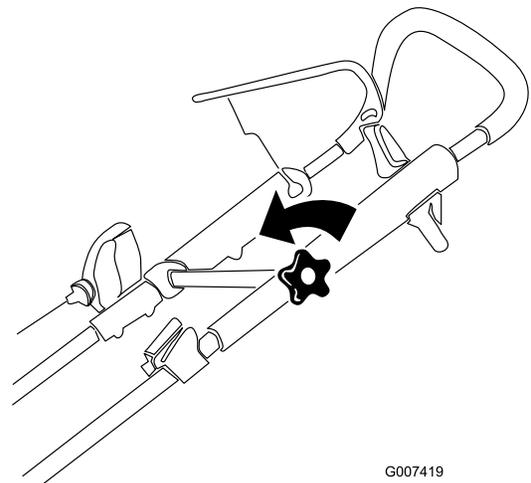

Bild 17
1. Lösen Sie das Handrad des oberen Bügels (Bild 17).